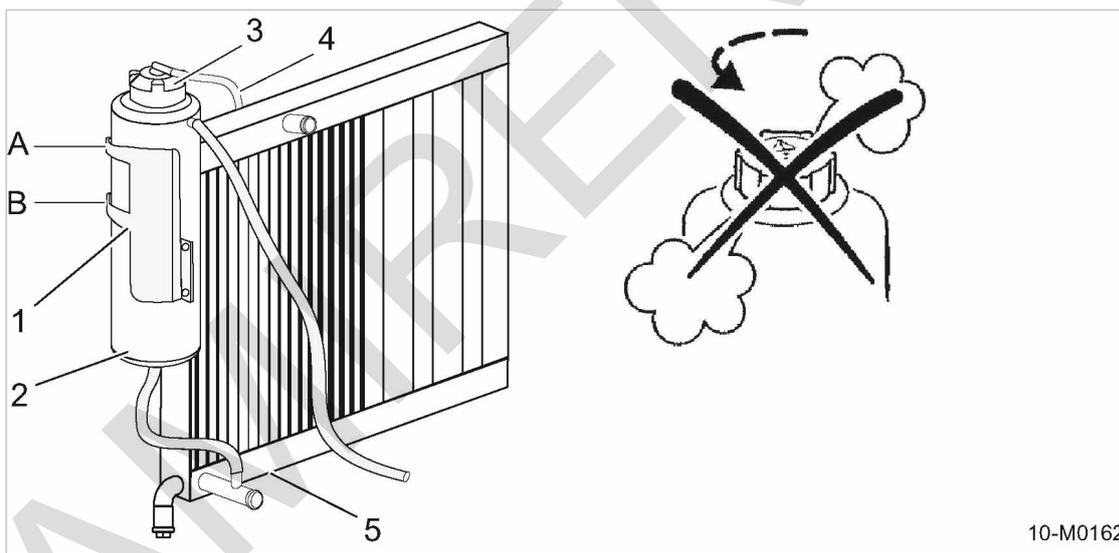

Рис. 23 Проверка уровня охлаждающей жидкости
- ① Водяной радиатор
- ② Сливная пробка водяного радиатора
2. Открутить крышку уравнительного бачка охлаждающей жидкости (см. рис. 23).
3. Открутить сливную пробку ②.